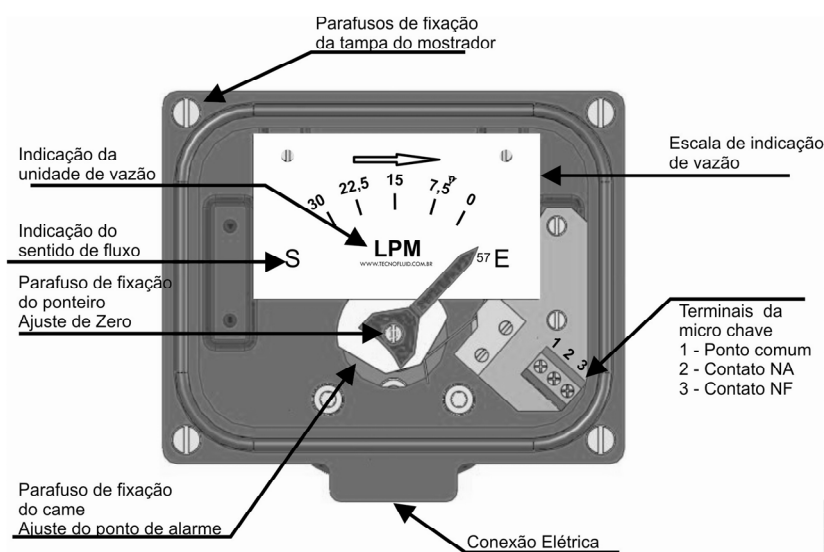

Figura 4.1 – Caixa do mostrador com microchave 5A / 250Vac
- Retire os parafusos de fixação da tampa da caixa do mostrador - figura 4.1;